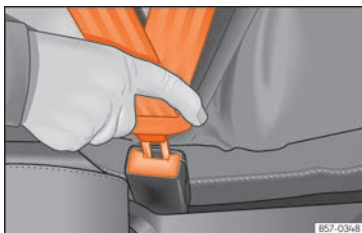

Fig. 21 Introduceți limba centurii de siguranță în catarama acesteia.
- Introduceți catarama centurii în catarama scaunului corespunzător » **fig. 21**.